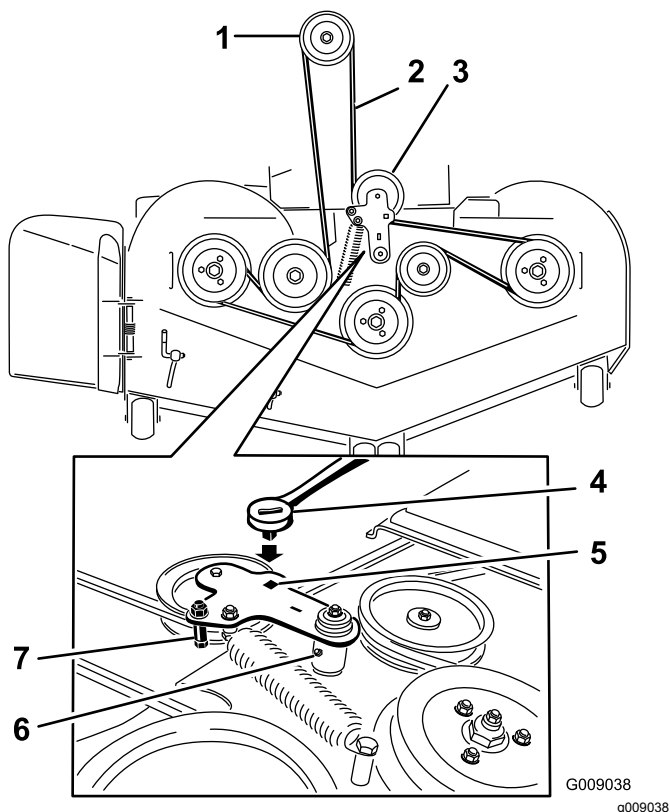

Figure 102
- Soulevez le bac de plancher et insérez un rochet dans le trou carré de la poulie de tension du tablier (Figure 102).
- Tournez la poulie de tension dans le sens horaire et déposez la courroie du tablier (Figure 102).